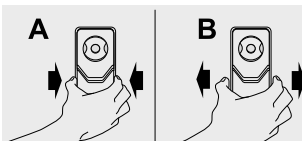

Figura 50
- Para colocar la tapa luz, inserte primero las pestañas inferiores en los orificios de la caja control (A) y desplace hacia arriba la tapa luz (B), como lo indica la figura 50.